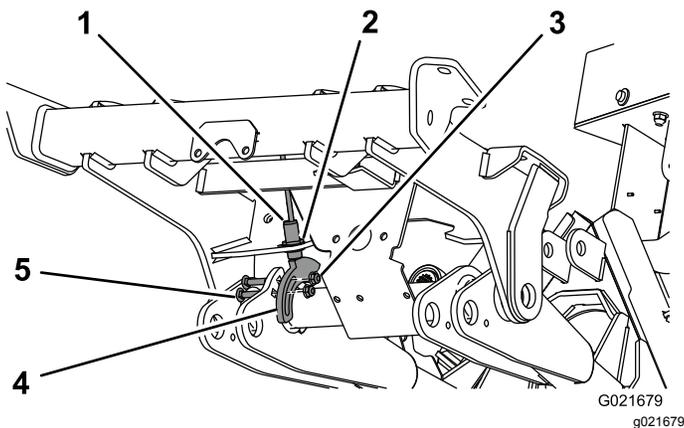

Figure 14
- Utilisez le trou au bas du cadre avant pour monter, sans serrer, le contacteur de proximité au moyen des rondelles et écrous de blocage (Figure 14).
- Positionnez la plaque sensible comme montré à la Figure 14.